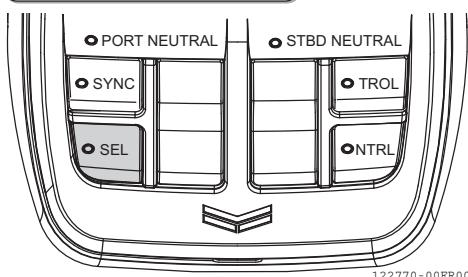

Figure 37
- La lampe du panneau de commande s'allume, et la lampe de la commande de réglage (**Figure 36**) "SEL" (**Figure 37**) va s'allumer ou va clignoter.